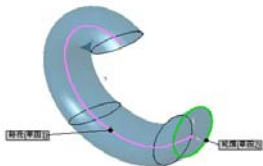

图 3-30 随路径变化
- [随路径变化]: 草图轮廓随路径的变化而变换方向，其法线与路径相切如图 3-30 所示。